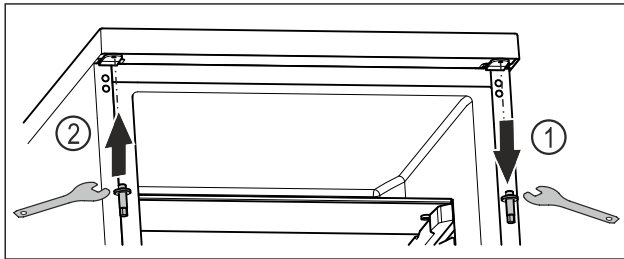

Fig. 18
- ▶ Draai de bovenste bout los met een inbussleutel. Fig. 18 (1)
- ▶ Draai de bout aan de andere kant vast met een inbussleutel. Fig. 18 (2)